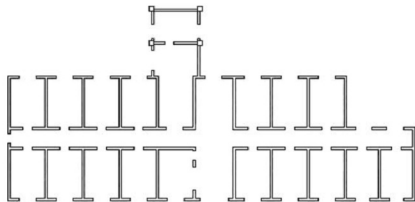

图 2.140 加粗后的墙线和柱线
⑤ 在**选择对象**: 提示下, 按 Enter 键进入下一步命令。
⑥ 在**是否将直线和圆弧转换为多段线 [是(Y)/否(N)]? <Y>**: 提示下, 按 Enter 键, 执行尖括号内的默认值“Y”, 表示要将所有选中的对象转化为多段线。
⑦ 在输入选项 **[闭合(C)/合并(J)/宽度(W)/编辑顶点(E)/拟合(F)/样条曲线(S)/非曲线化(D)/线型生成(L)/放弃(U)]**: 提示下, 输入“J”后按 Enter 键, 表示要执行【合并】子命令。这样, AutoCAD 将第④步全选的对象中所有首尾相连的对象合并在一起。
⑧ 在输入模糊距离或 **[合并类型(J)] <0.0000>**: 提示下, 按 Enter 键, 表示执行尖括号内默认的模糊距离“0.000”。
⑨ 在输入选项, **[打开(O)/合并(J)/宽度(W)/编辑顶点(E)/拟合(F)/样条曲线(S)/非曲线化(D)/线型生成(L)/放弃(U)]**: 提示下, 输入“W”后按 Enter 键, 表示要改变线的宽度。
⑩ 在**指定所有线段的新宽度**: 提示下, 输入“50”, 表示将线的宽度由 0mm 改为 50mm, 结果如图 2.140 所示。